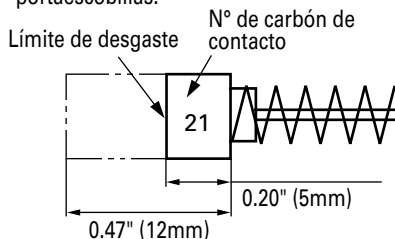

Fig. 19
4. Inspección de las escobillas (Fig. 19)
Utilice las escobillas metabo HPT Núm. 21 indicadas en la Fig. 19.